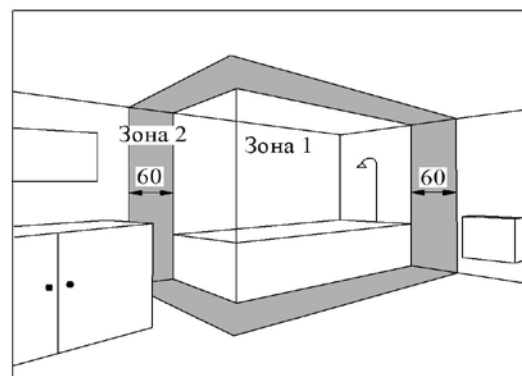

Рис. 4
5.6 Конвекторы допускается устанавливать в ваннах комнатах, душевых, бассейнах (см. рис. 4). При этом установка конвектора запрещается: